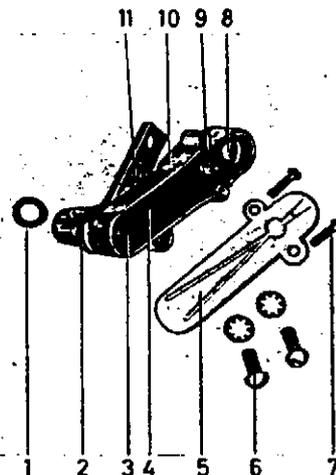

Abb. 100 Temperatursausgleicher
- Wenn die Leerlaufdrehzahl bei längerem Leerlauf stark absinkt, besonders bei warmem Wetter, ist die Funktion des Temperatursausgleichers zu kontrollieren, indem der Kunststoffdeckel ausgebaut und das Ventil (3, Abb. 100) eingedrückt wird. Das Ventil soll sich bereits durch sehr leichten Druck bewegen und ohne zu klemmen zurückgehen. Dies gilt bei Temperaturen über 20° C. Das Ventil öffnet bei 10° C.
Der Temperatenausgleicher wird komplett ausgetauscht. Beim Ausbau sind die Schrauben (6, Abb. 100) herauszuschrauben. Die alte Dichtung (1) aus dem Vergaser nehmen und eine neue einlegen. Eine neue Dichtung (2) auf den Temperatenausgleicher legen und diesen einbauen.
Zur Beachtung! Kennzeichnung des Temperatenausgleichers: 120° für B 20 A, 60° für B 20 B (siehe 11, Abb. 100).